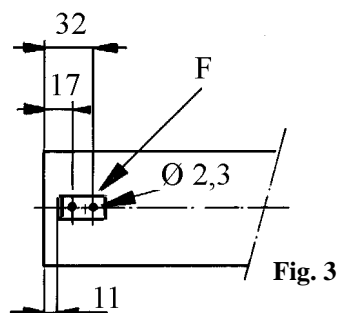

Fig. 3
Bevestig de 3 attachen F op 11 mm van het uiteinde van de luchttoevoerpijp A (kamerzijde) (fig. 3 en 4). Hiertoe moet men 2 openingen $\varnothing 2,3$ mm per aanhef F boren.
Fixez les attaches à une distance de 11 mm du bout libre (côté chambre) du tuyau d'alimentation d'air (A) (fig. 3 et 4).